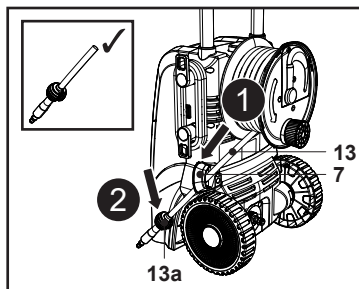

Fig. 4
2. Guie a mangueira de pressão (13) através do guia da mangueira (7) e, em seguida, fixe o anel de fixação (13a) na ponta (Fig. 4, passos 1, 2).